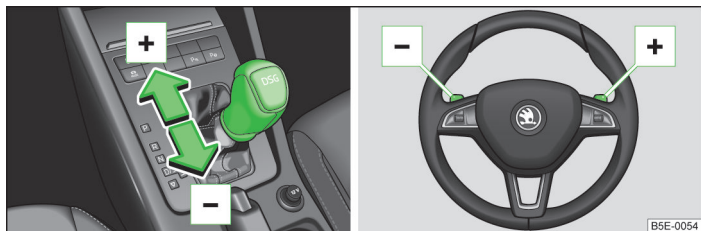

Fig. 121 Palanca selectora y volante multifunción
► Presionar ligeramente la palanca selectora hacia adelante  » fig. 121.
► Extraer la tecla basculante derecha  » fig. 121 hacia el volante multifunción.
► Presionar ligeramente la palanca selectora hacia atrás  » fig. 121.
► Extraer la tecla basculante izquierda  » fig. 121 hacia el volante multifunción.
► Cuando la palanca selectora se encuentre en la posición **D/S**, pulsar la tecla basculante izquierda  » fig. 121 o la tecla basculante derecha  hacia el volante multifunción.